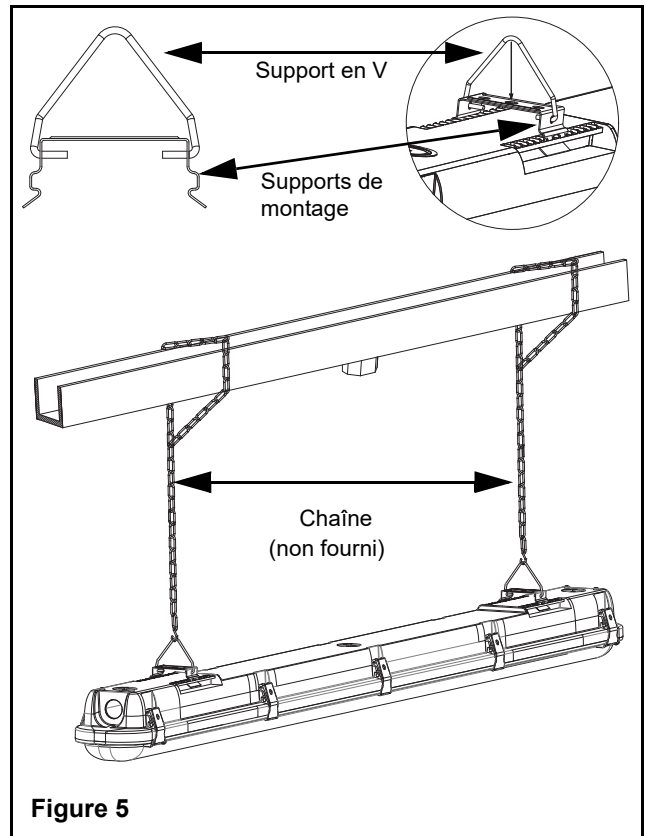

Figure 5
1. Fixer le support en V à chaque clip de montage en écartant les extrémités du support en V, puis en insérant les pattes dans les trous situés sur le côté des clips de montage (voir fig. 5).